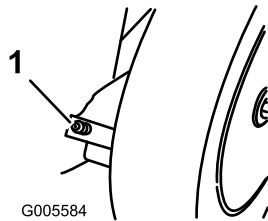

Figure 17
5. Essuyez les graisseurs à l'aide d'un chiffon propre (Figure 17).